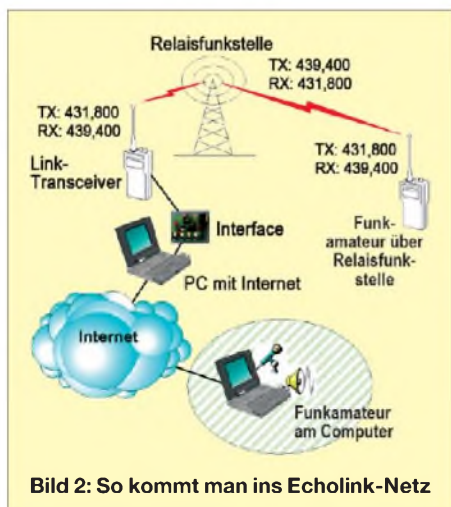

Bild 2: So kommt man ins Echolink-Netz
- Bild 2 (S. 139): Der Einzelnutzer-Modus (*Single User Mode*): Hier stellt ein PC mit Soundkarte eine Verbindung mit einem anderen Einzelnutzer (Funkamateure), einer Link- oder Relaisstation her.